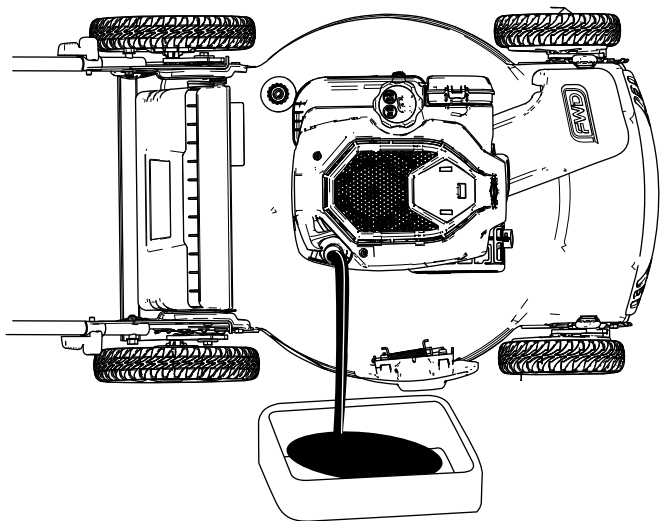

Bild 25
4. Kippen Sie die Maschine seitlich (Luftfilter nach oben), um das Altöl aus dem Öleinfüllstutzen abzulassen (Bild 25).